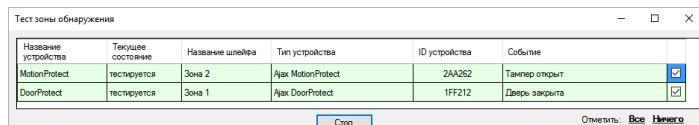

РИС. 16. Тест зоны обнаружения
5.9 Тест зоны обнаружения (РИС. 16) необходим чтобы убедиться в работоспособности датчиков. В тестовом режиме светодиод датчика горит постоянно, выключаясь при сработке на 1 секунду – это очень легко заметить визуально. В отличие от теста радиосвязи, тест зоны обнаружения можно провести для нескольких датчиков одновременно. Это можно сделать отметив чек-бокс напротив каждого устройства в окне «Тест зоны обнаружения», предварительно запустив тест нажатием на кнопку увеличительного стекла напротив выбранного датчика. Брелок SpaceControl не поддерживает тесты зоны обнаружения и тесты радиосвязи.